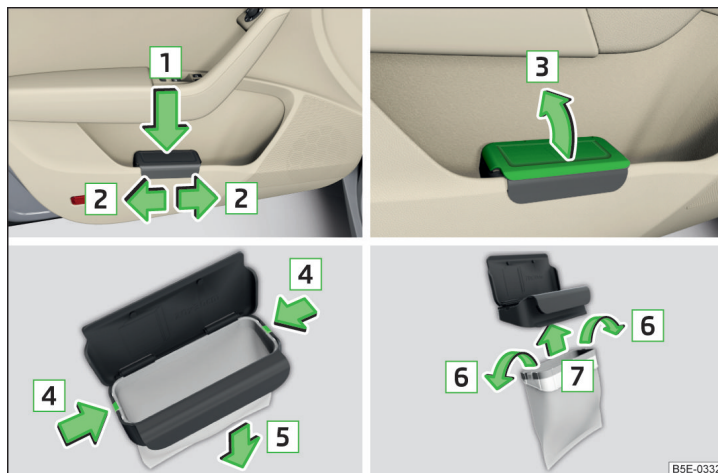

Fig. 88 Recipientul pentru reziduuri: introducerea și glisarea / deschiderea / înlocuirea pungii
- Împingeți recipientul pentru reziduuri în partea posterioară în sensul săgeții **1** » fig. 88.
- Scoateți recipientul pentru reziduuri în sens contrar săgeții **1** » fig. 88.
- Deschideți recipientul pentru reziduuri în sensul săgeții **3** » fig. 88.
- Îndepărtați prin apăsare cele două elemente de fixare ale cadrului interior, în sensul săgeții **4** » fig. 88 de pe corpul recipientului.